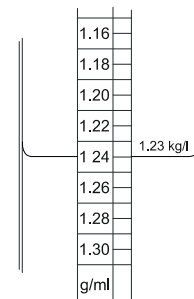

Figure 6-8. Mesure de la Densité de l'Électrolyte
- Lire la valeur comme indiqué sur la Figure 6-8.